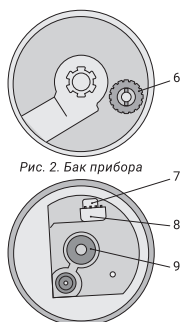

Рис. 2. Бак прибора
2. Переверните бак для воды вверх дном и открутите крышку бака (см. рис. 2), поворачивая ее против часовой стрелки.